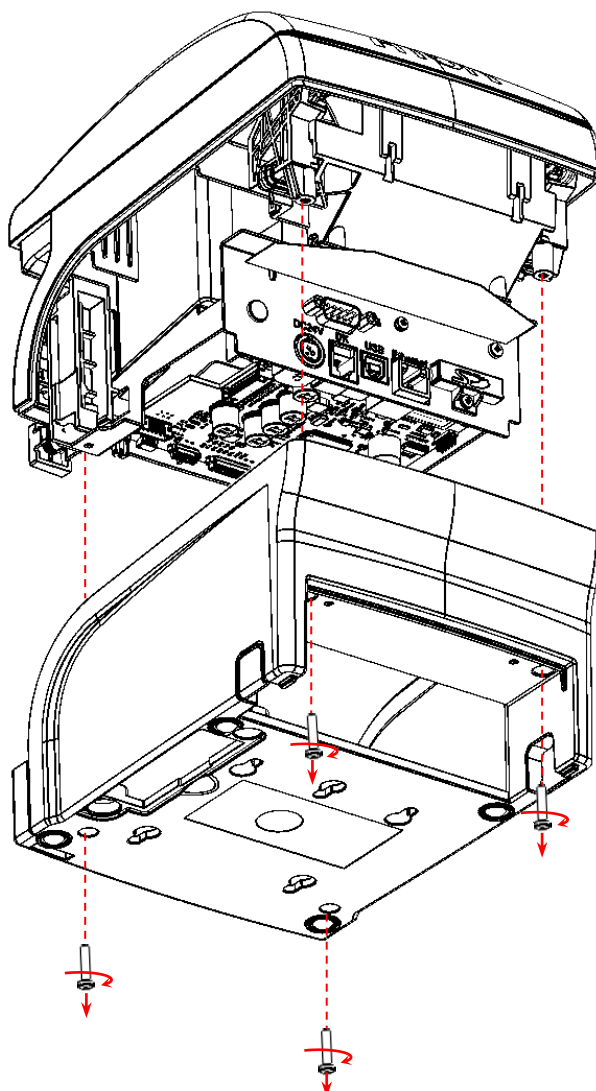

Рисунок 16. Отделение нижней части корпуса
17. Установить верхнюю часть корпуса на нижнюю часть, зафиксировать винтами (см. рисунок 16).